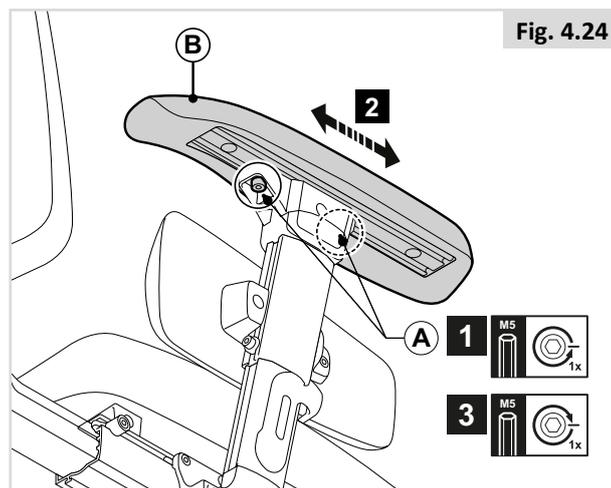

Fig. 4.24
**Profondeur de la manchette (Fig. 4.24)**
1. Desserrez (A) d'un tour.
2. Réglez (B) à la position désirée.
3. Resserrez (A).